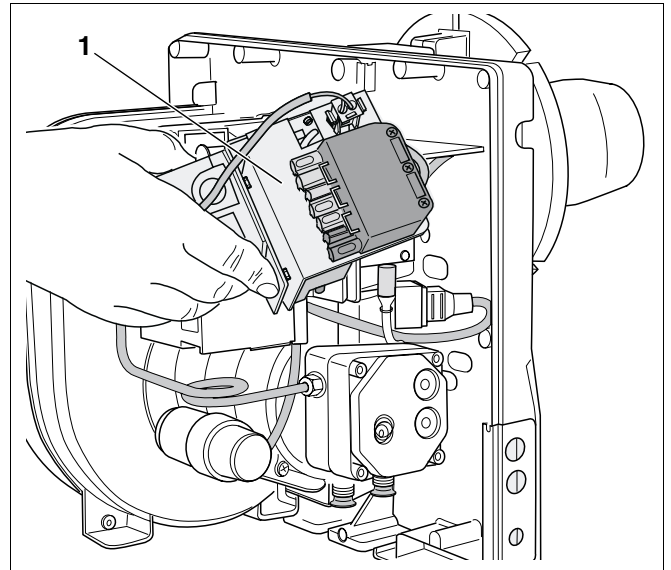

Fig. 15 Afmontering af styreenheden
- Tag styreenheden af (fig. 15, **pos. 1**); adskil om nødvendigt tændkablet.